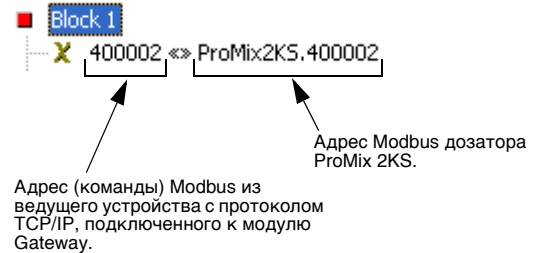

Рис. 24: Выбор размера блока
3. См. Рис. 24. Нажмите кнопку Edit («Правка»), расположенную рядом с полем Block Size («Размер блока») в правой части окна. На экране появится окно Edit Value («Изменение значения»). Введите количество адресов регистров Modbus в диапазоне от выбранного вами в рамках действия 2 начального адреса до желаемого конечного адреса (включительно). В данном примере это 7. Адреса должны располагаться по порядку. Это означает, что каждый адрес должен быть доступным и адресуемым с помощью ProMix 2KS. Если один из этих 7 адресов будет отсутствовать в структуре Modbus ProMix 2KS, блок будет недоступен.